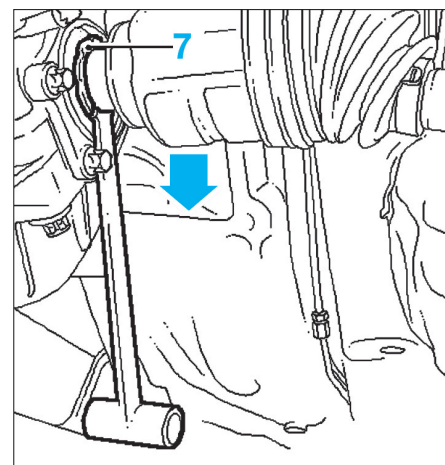

FIG. 2
- Placer l'outil (7) de centrage Opel (ref : KM-6332) (**fig. 2**).
- Quand les cannelures de l'arbre à passer l'outil, tirer celui-ci vers le bas (**fig. 2**).